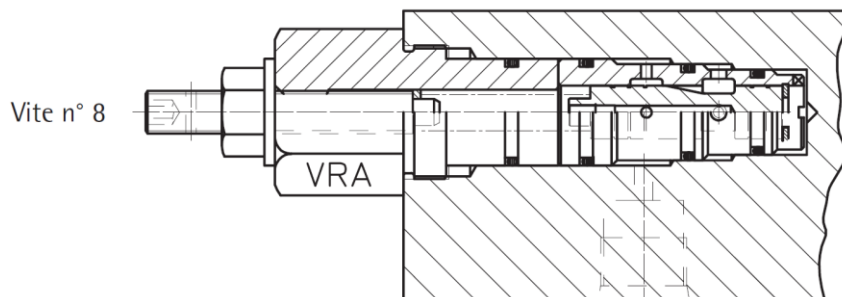

Fig. 51 – Gruppo VRA, bilanciamento discesa vite n°8
- Aumentare leggermente la bassa velocità, svitando la vite n°2. Chiudere il rubinetto principale, svitare la vite n°3, scaricare la pressione con il pulsante a mano, smontare e pulire il gruppo VRA, valvola bilanciamento discesa vite °8 (vedi Fig. 51).